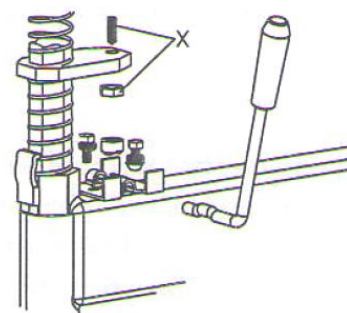

Рис.19
Примечание. Отрегулировать положение монтажной пластины (X) согласно рис.19, если вертикальная направляющая не фиксируется или монтажная головка в рабочем положении находится более чем в 2-3 мм от обода колеса.